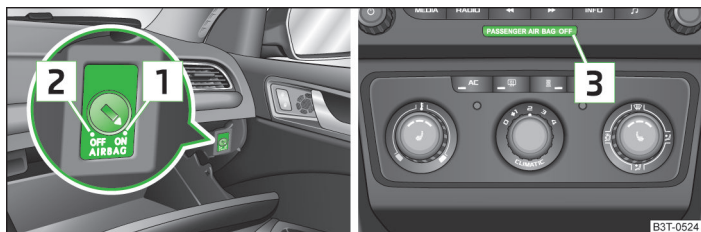

Fig. 154 Conmutador de llave para el airbag lateral del acompañante / testigo de control para la conexión/desconexión del airbag frontal del acompañante
- El testigo de control **OFF**  **3** » fig. 154 de la página 196 se enciende tras conectar el encendido.
- Girar con la llave la ranura del conmutador del airbag a la posición **2** » fig. 154 **OFF**.
- Girar con la llave la ranura del conmutador del airbag a la posición **1** » fig. 154 **ON**.